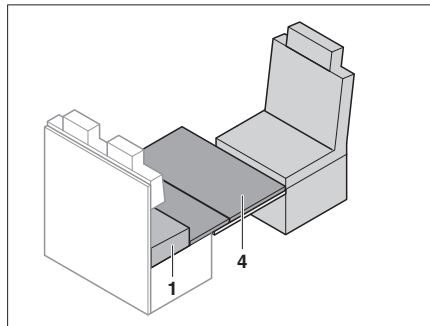

Bild 196 Notbettunterlage auflegen
- Notbettunterlage (Bild 196,4) auf den Tisch legen. Die vordere Kante der Notbettunterlage dabei direkt an den Fahrersitz anlegen.